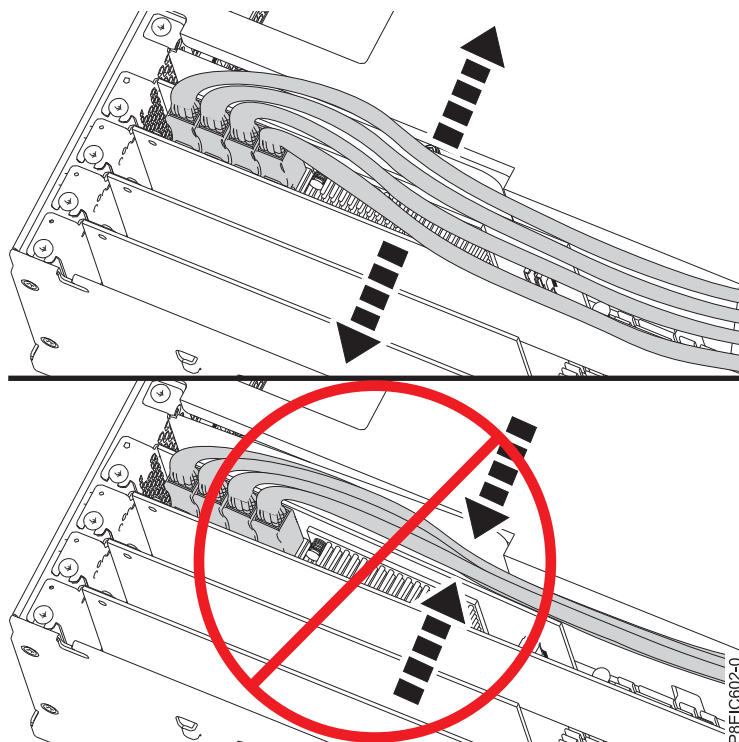

図 41. ディスク・ドライブ信号ケーブルの配線
- f. ディスク・ドライブ信号ケーブルを PCIe アダプターの上部に沿って配線し、ケーブルがアダプターに損傷を与えないようにします。アダプター間にケーブルを配線しないでください。ケーブルを分散させて、ケーブルをはさまずに保守アクセス・カバーを閉じることができるようにします。PCIe アダプターの上部に沿ってケーブルを配線する方法の例については、67 ページの図 41 を参照してください。ご使用になるケーブル接続は 67 ページの図 41 とは異なる場合がありますが、PCIe アダプターの上部に沿ってケーブルを配線する方法に違いはありません。